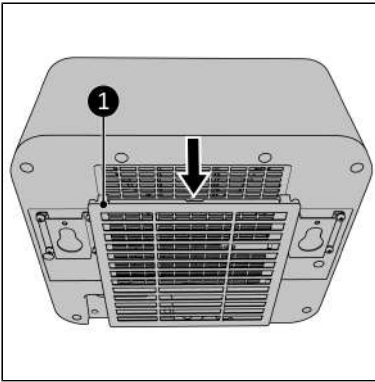
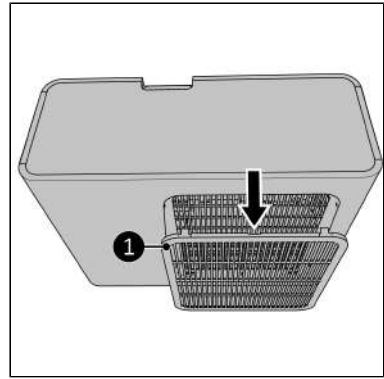

Abbildung 65.
Abbildung 66.
2. Entfernen Sie den Rahmen (Abbildung 65, Pos. 1 für das Innengerät und Abbildung 66, Pos. 1 für das Außengerät) und entfernen Sie den Filter.